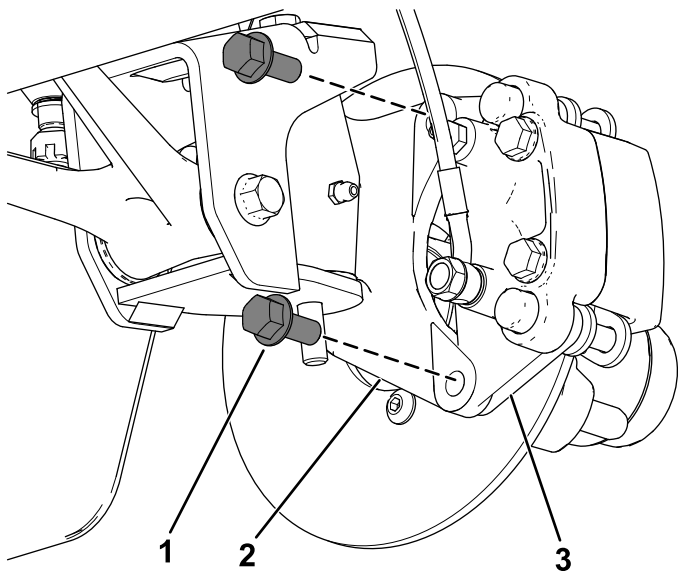
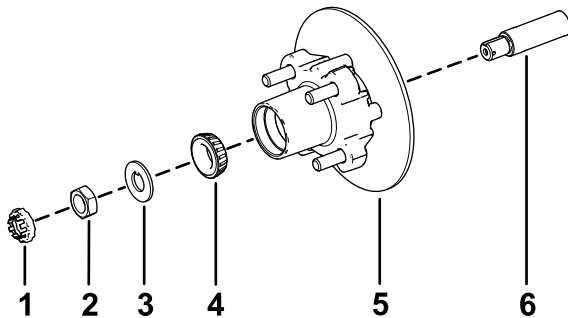

Bild 36
Bild 40
3. Entfernen Sie die Bundkopfschrauben ($3/8'' \times 3/4''$), mit denen die Halterung für die Bremse an der Spindel befestigt ist, und nehmen die Bremse von der Spindel ab (Bild 36).
1. Fetten Sie die Spindel leicht mit der angegebenen Fettsorte ein (Bild 40).
2. Montieren Sie die Radnabe und den Drehzylinder an der Spindel mit dem Drehzylinder innen (Bild 40).
3. Montieren Sie das Außenlager an der Spindel und setzen das Lager auf den äußeren Lagerring (Bild 40).
4. Legen Sie die Nasenscheibe auf die Spindel (Bild 40).
5. Schrauben Sie die Spindelmutter auf die Spindel und ziehen Sie die Mutter auf ein Drehmoment von 15 N·m an, während Sie die Radnabe drehen um das Lager zu fixieren (Bild 40).
2. Fluchten Sie die Bremsbeläge mit jeder Seite des Drehzylinders (Bild 36) und die Löcher in der Bremsbackenhalterung mit den Löchern im Bremsenhalter des Spindelrahmens aus (Bild 40).
3. Befestigen Sie den Bremsbackenhalterung mit den beiden Bundkopfschrauben ($\frac{3}{8}$ " x $\frac{3}{4}$ ") am Spindelrahmen (Bild 36).